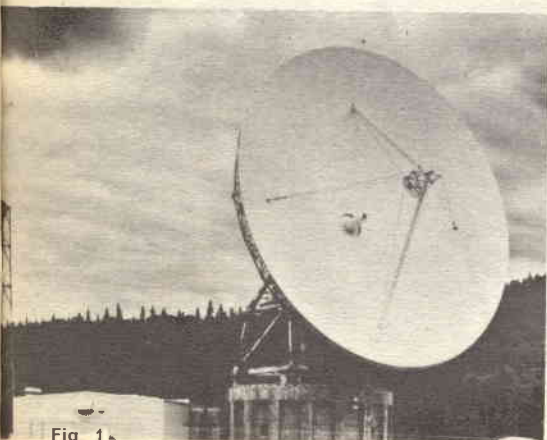

Fig. 1
L'antenna parabolica (fig. 1), del diametro di 29,4 m, funge da terminale per canali telefonici, televisivi e dati diretti e provenienti dal satellite Intelstat III, in orbita sincrona sull'oceano Pacifico.
**Costruzione** - Se intendete realizzare più di uno stadio di lettura, è consigliabile la costruzione di una maschera di foratura con la disposizione dei fori illustrata nella *fig. 1-a*. Per la maschera potrete usare cartone pesante, laminato plastico od anche lamierino metallico, cercando di fare i fori su linee rette e distanziandoli di circa 3 mm per ottenere una disposizione simmetrica e regolare. Nella figura sono anche indicati i fori per il fissaggio della basetta circuitale e del frontale trasparente.